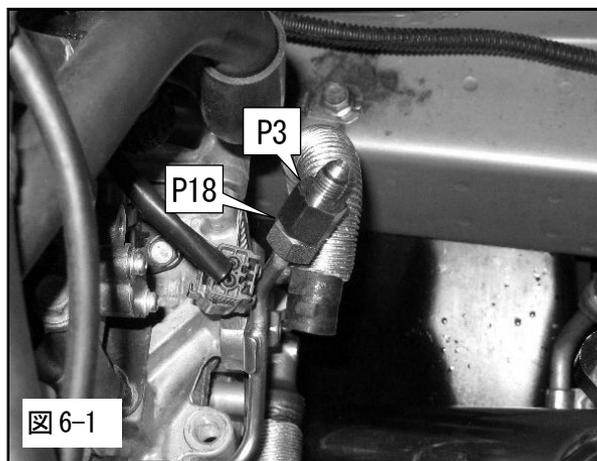

図 6-1
(1) 純正のオイルラインのネジ部(図 1-4 ジョイント部)にオイルライン変換アダプタを取付けてください。(図 6-1)